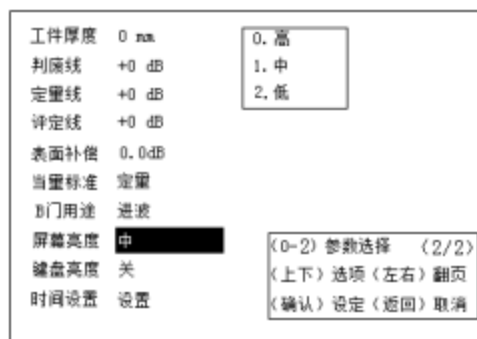

图 2-21
2.2.7.18 屏幕亮度选择：按  键，亮度中反显，如图 2-21 所示